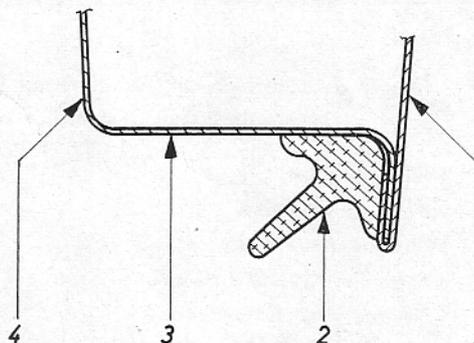

Bild 39 - Anordnung des Türabdichtgummis an Fahrerhaustür
5. Eintrockneten Kleber mit Benzin etwas anfeuchten und neuen Türabdichtgummi rundum **ohne Längsspannung** auf Türhaut – Profilanordnung siehe Bild 39 – aufkleben. Die Lage der drei keilförmigen Ausgleichgummis zwischen Türabdichtgummi und Türhaut ist an einem Neufahrzeug ersichtlich.